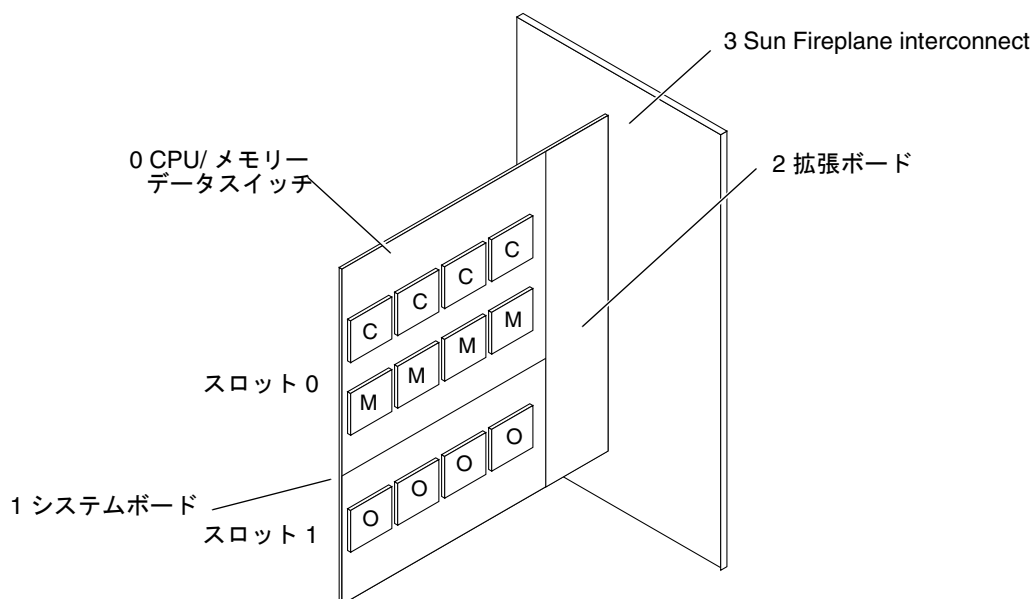

図 4-2 Sun Fire 15K/12K システムのデータ転送インターコネクットのレベル
Sun Fire 15K/12K システムのインターコネクットは、いくつかの物理層に実装されます (図 4-2)。大規模なサーバーの機能ユニット (CPU/メモリーユニット、入出力コントローラ) のすべてを直接接続するのは、物理的な装置の配置を考えると現実的ではありません。サーバーのシステムインターコネクットは、チップがボードに接続し、ボードが Sun Fireplane interconnect に接続するレベルの階層として実装されます。同じボード上のコンポーネント間では、別のボードのコンポーネントとの間に比べて接続が多いため、応答時間は短く、帯域幅は高くなります。
- データ転送インターコネクトには、図 4-2 に示すとおり、4レベルのクロスバーの階層があります。